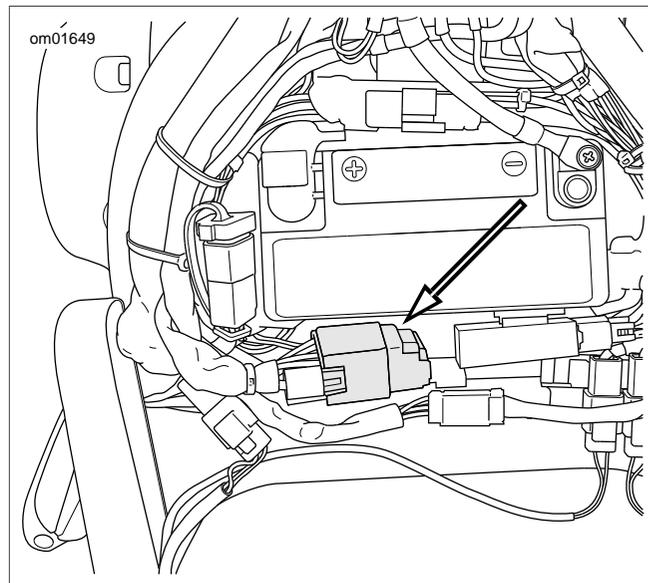

Abbildung 47. Sicherungsblock
2. Siehe Abbildung 47. Die Abdeckung vom Sicherungsblock abziehen.